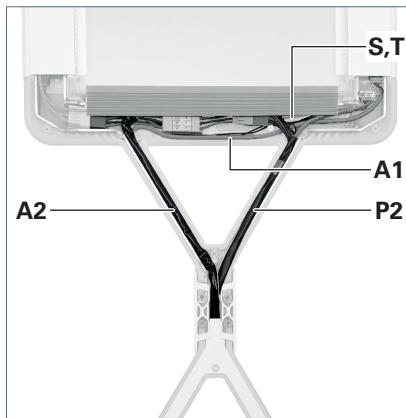

Fig. 17: Riporre le linee.
- ▶ Posare la linea di alimentazione **P2** dal tubo verticale nel braccio di supporto della testa dell'apparecchio 1, vedere Fig. 17.